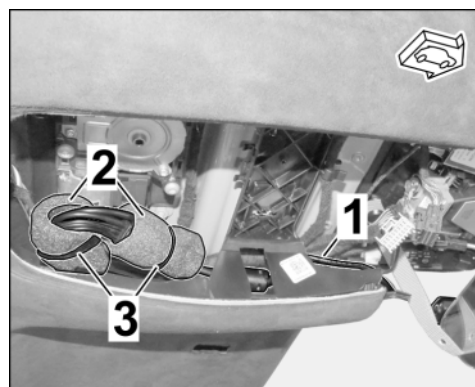

Bild 13
3.1.5 Ausbindung für 2. Kamera zurückbinden und mit weiterer Schaum-Schutzrolle im Bereich Dachkonsole an vorhandene Bauteile / Leitungen fixieren (⇒ Bild 13).